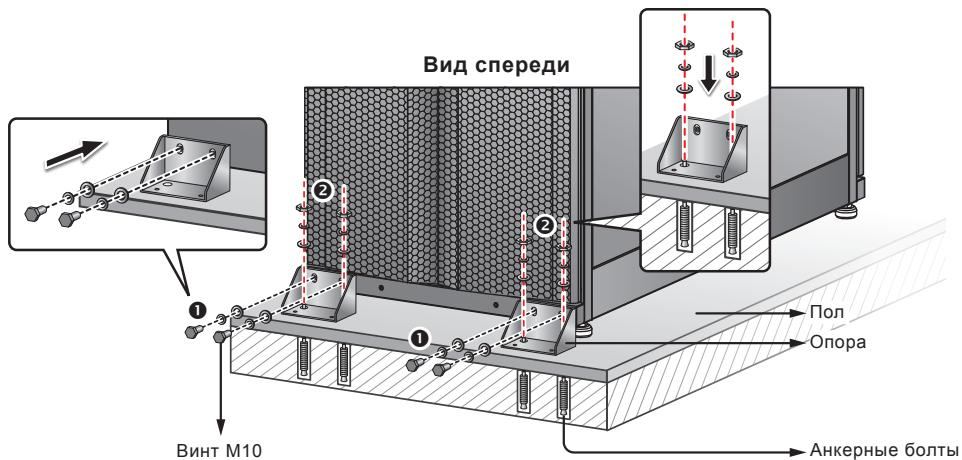

Рис. 5-2. Установка опор спереди
- 3 Торцевым ключом на 16 мм отверните 4 винта M10 ① и снимите с поддона две опоры, фиксировавшие ИБП при транспортировке. Прикрепите две опоры этими винтами к ИБП спереди. Для фиксации ИБП ② прикрепите опоры к полу анкерными болтами с гайками. Анкерные болты приобретаются отдельно. См. *Рис. 5-2*.